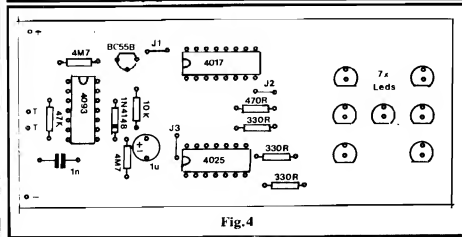

Fig. 4
- FIG. 4 - "CHAPEADO" DA MONTAGEM - Agora a placa é vista pelo lado não cobreado, enfatizando-se posições, valores, códigos, polaridades e outras identificações de todos os componentes... Muitos deles têm posição única e certa para inserção à placa: os Integrados (notar a posição das suas extremidades marcadas...), o transistor (referenciar o posicionamento pelo lado "chato" da peça...), o diodo (observar a extremidade marcada com um anel ou faixa...), os LEDs (rever fig. 3 e observar o posicionamento do chanfro de catodo...) e o capacitor eletrolítico (atenção à polaridade, indicada no "chapeado" e também marcada pelo fabricante no próprio "corpo" do componente...). Cuidado também para não inverter posições/valores dos resistores... Finalmente, um ponto importante: existem três jumpers (simples pedaços de fio, interligando duas ilhas/furos específicos...), codificados como J1-J2-J3, e que não podem ser "esquecidos" (caso contrário o DAU não funcionará...). Depois de todas as soldagens efetuadas (e só então...), as "pernas" dos componentes poderão ter suas eventuais "sobras" cortadas, pelo lado cobreado... Antes disso, porém, é bom re-conferir tudo, já que correções são mais fáceis enquanto os terminais estão inteiros... Insistimos em que mais vale perder-se alguns minutos numa verificação prévia cuidadosa, do que um "tempão", depois, na